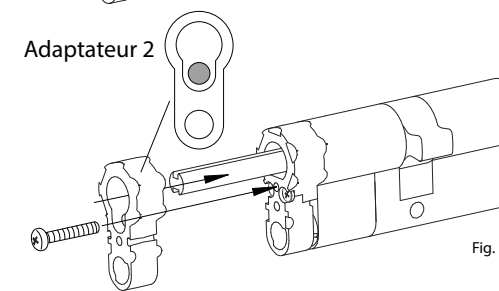

Fig. 7
- 54 - 59 mm = Adaptateurs 1 et 2 nécessaires (Fig. 7)